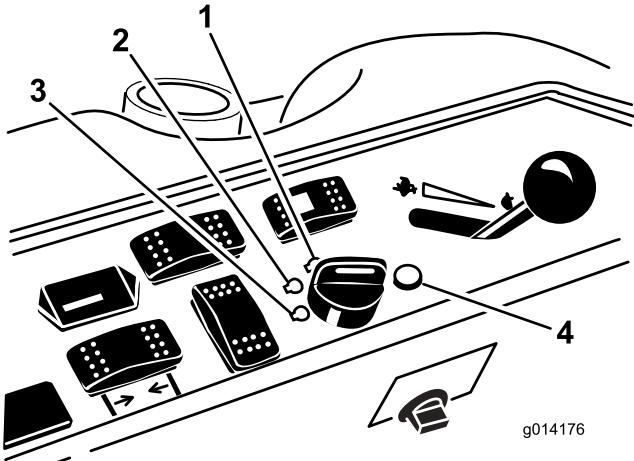

Figura 12
- Rode a chave da ignição no sentido dos ponteiros do relógio para a posição Run (Figura 12).
- Rode a chave da ignição para a posição Off (desligar) (Figura 12). Espere até que todas as peças em movimento parem, antes de sair da posição de operação.